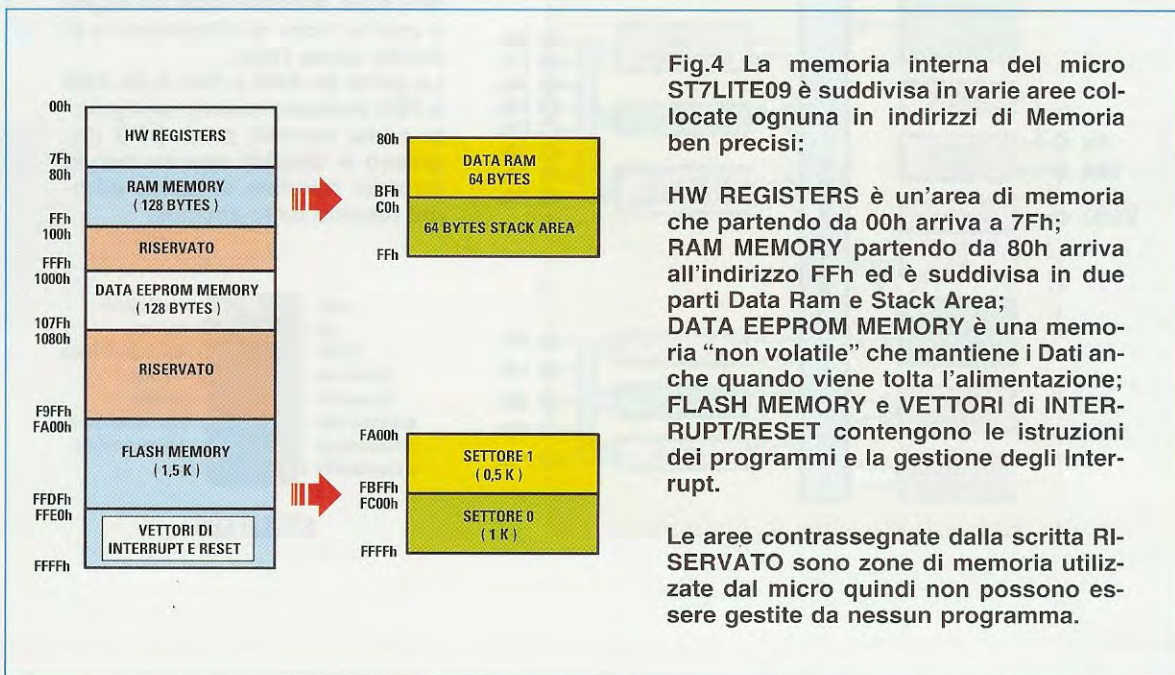

Fig.4 La memoria interna del micro ST7LITE09 è suddivisa in varie aree collocate ognuna in indirizzi di Memoria ben precisi:
In fig.4 riportiamo la mappa della **memoria** che ci sarà utile per spiegarvi le varie aree:
**Data ram:** questa prima locazione di memoria occupa **64 bytes** dall'indirizzo **80h** a **BFh** (vedi fig.4) e contiene la definizione delle **variabili** del **programma**.
**Stack area:** questa seconda locazione di memoria occupa **64 bytes** dall'indirizzo **C0h** all'indirizzo **FFh** (vedi fig.4).
Questa locazione di memoria occupa da **1000H** a **107Fh** (vedi fig.4).
Questa memoria, come evidenziato in fig.4, è suddivisa in due **settori**:
E' una parte di **Flash Memory** riservata ai **vettori** degli **interrupt mascherabili** e **non mascherabili** e va dalla locazione FFE0h alla locazione FFFFh (vedi fig.4).